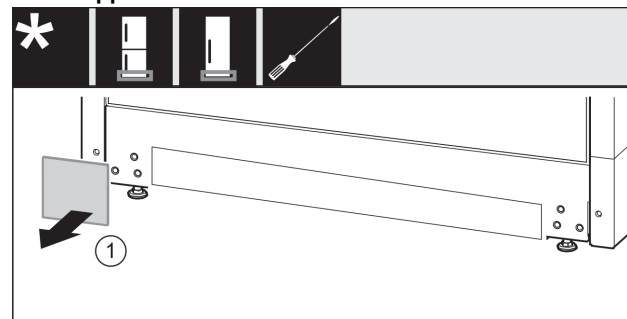

Fig. 42
- Afdekking Fig. 42 (1) wegnemen.